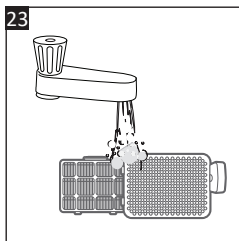

Fig. 23
4. Sujete el filtro de esponja (23) con el lado sucio hacia abajo y enjuáguelo bajo el grifo con agua tibia hasta que el agua salga limpia (**Fig. 23**). Enjuague la tapa de salida de aire (24).